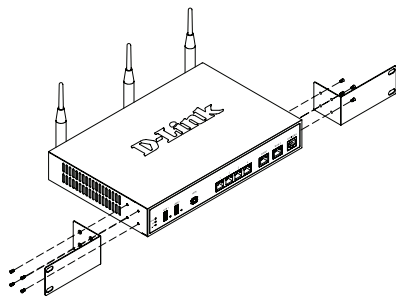

Figura 3. Fijando las Escuadras de Montaje
1. Fije las escuadras de montaje a cada lado del chasis como se muestra en la figura 3, debe fijarlos con los tornillos suministrados